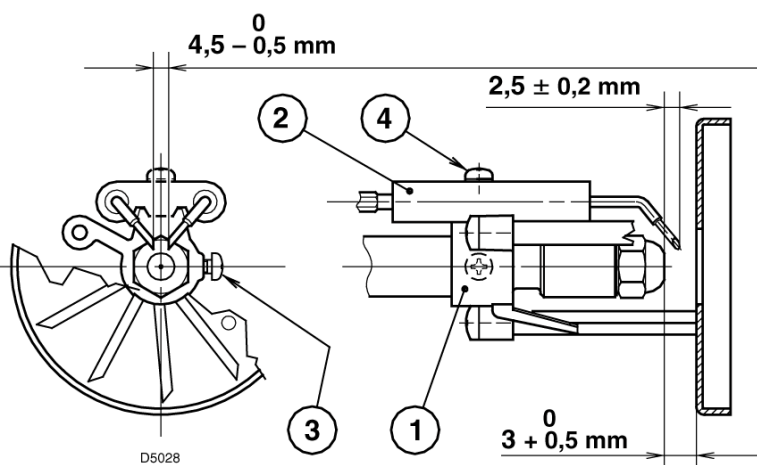

Рис. 13
- В то время как горелка держится на фланце (1), ослабьте винты (3) и снимите соединительный патрубок (2).
- Снимите с электродов провода (4), ослабьте винт (3, рис. 13, стр.7) и снимите с держателя форсунки держатель винта (5).
- Закрутите форсунку (6), держа ее, как показано на рисунке.
- Ослабьте винты (2), отвинтите гайку (3), отсоедините провода (4) от блока управления и фотосопротивления (6) и выньте держатель форсунки (1).
- Снимите с электродов провода (4), ослабьте винт (3, рис. 13) и снимите с держателя форсунки (1) держатель винта (10).
- Закрутите форсунку (11), держа ее, как показано на рисунке.
**4.3 РЕГУЛИРОВКА ВИНТА – ЭЛЕКТРОДОВ (смотри рис. 13)**
- Менять форсунку (смотри рис. 11, стр. 6) и проверять правильное положение электродов (рис.13, стр. 7).